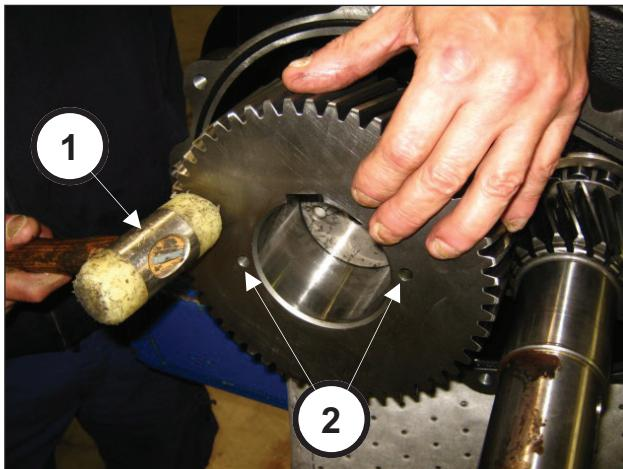

Abb. 67
Setzen Sie den Zahnkranz auf der Welle (Pos. ①, Abb. 66) mithilfe eines Schlagwerks bis auf Anschlag ein (Pos. ①, Abb. 67).
Stellen Sie beim Einbau des Zahnkranzes sicher, dass die beiden Bohrungen M8 (zum Abziehen verwendet) zur Außenseite der Pumpe gerichtet sind (Pos. ②, Abb. 67).